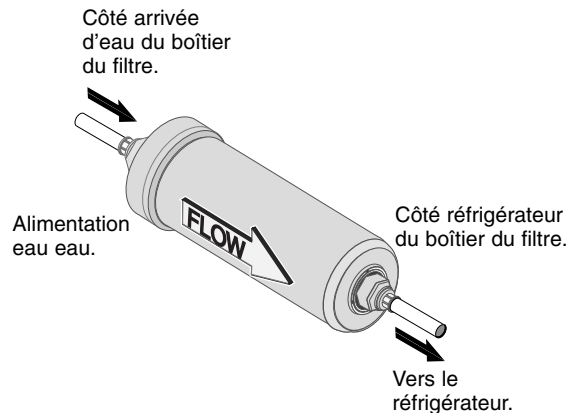

Figure 1
NOTA : Poser le filtre en alignant sa flèche dans le sens de l'écoulement de l'eau. Se reporter à la Figure 1.
4. Poser le filtre neuf. Se reporter aux opérations 4 à 7 figurant sous la rubrique « Installation ». **NOTA :** S'assurer d'installer le filtre dans le sens indiqué à la Figure 1.